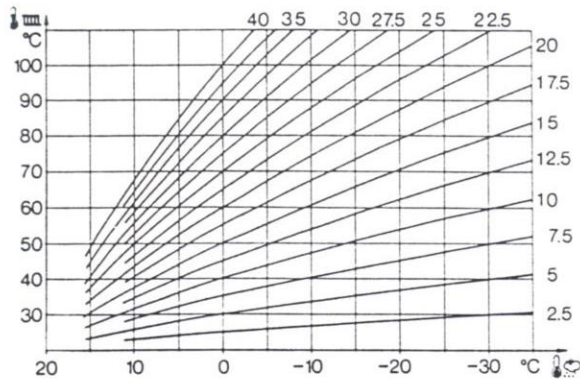

Bild 1 Heizkennliniendiagramm
1. Steilheit der Regler-Heizkennlinie für Heizkreis 2 (Kesselkreis) nach Heizkennliniendiagramm Bild 1 ermitteln.